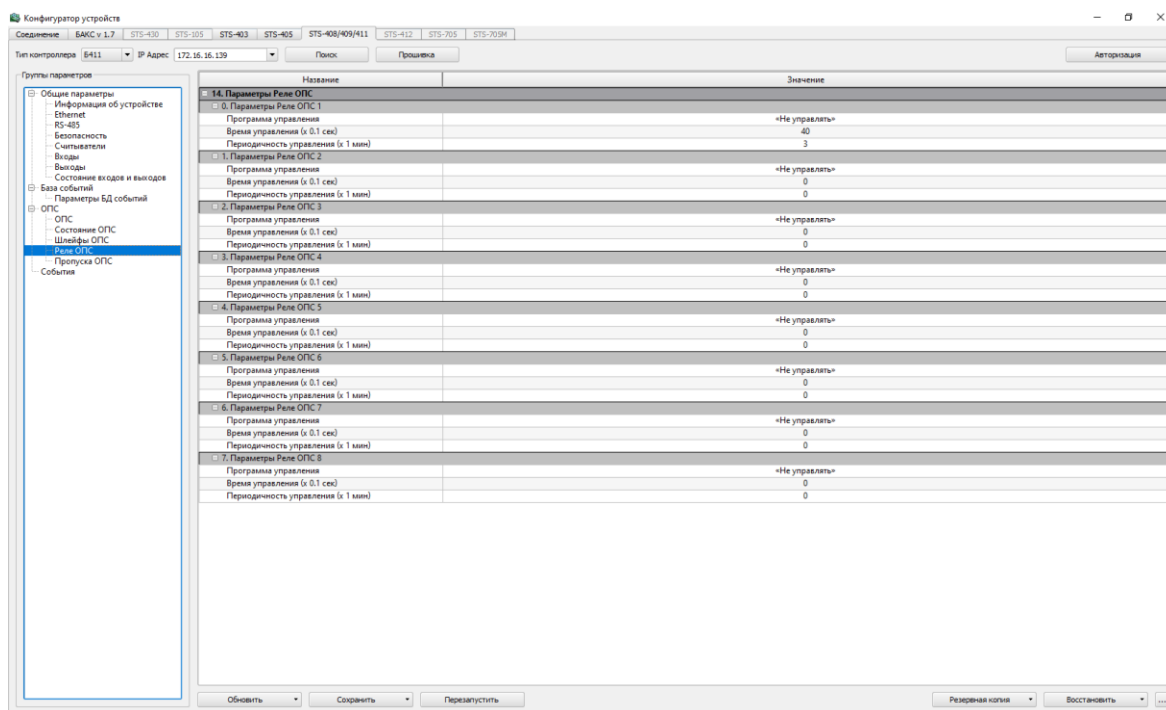

Рисунок 27 – Реле ОПС
– Реле ОПС – здесь содержатся параметры всех реле с возможностью настройки (рисунок 27)